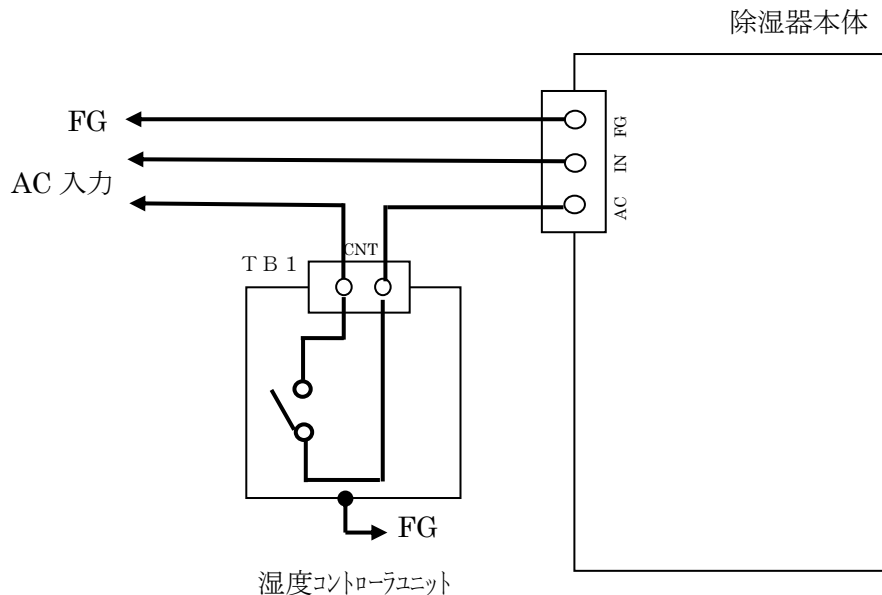

図. 3 ユニット間接続図（標準型除湿器（RDHタイプ）の場合）
- (1). 配線は正しく接続されていますか。（図. 3参照）
- (2). 入力電源は接続されていますか。
- (3). 除湿素子の放湿側が水に濡れていませんか。